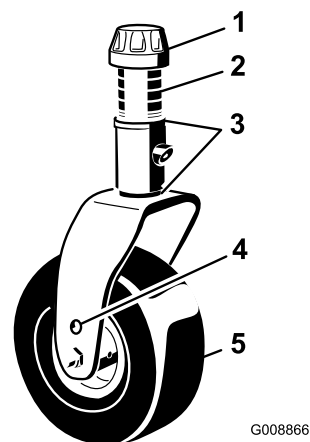

Figura 104
1. Togliete il cappuccio di tensione dall'asse del perno ed estraete il perno dal braccio della ruota orientabile (Figura 104). Riposizionate gli spessori, come opportuno, per sollevare o abbassare la ruota orientabile fino ad ottenere il passo corretto dell'apparato di taglio.